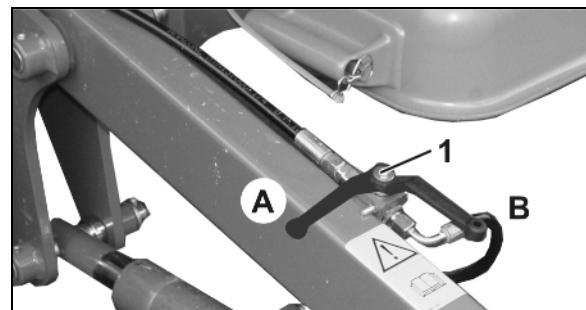

Рис. 103
3. Откройте запорный кран "Высота выравнивателя" (Рис. 103/1) (**B**).
- Держите шаровой кран (Рис. 103/1) в положении **B**,